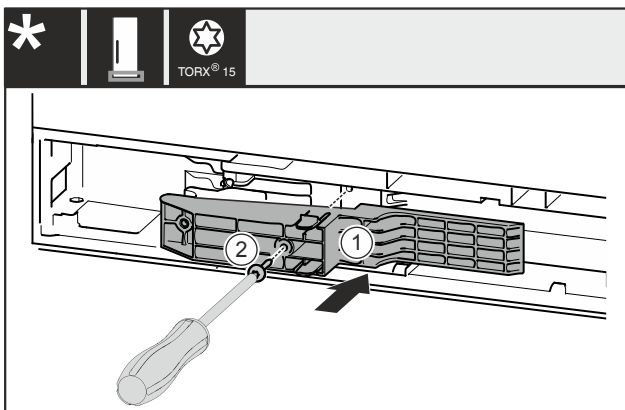

Fig. 48 *
- ▶ Ievietojiet adapteri Fig. 48 (1) padziļinājumā satveršanas pusē.*
- ▶ Ar skrūvgriezi pieskrūvējiet skrūvi Fig. 48 (2)*.